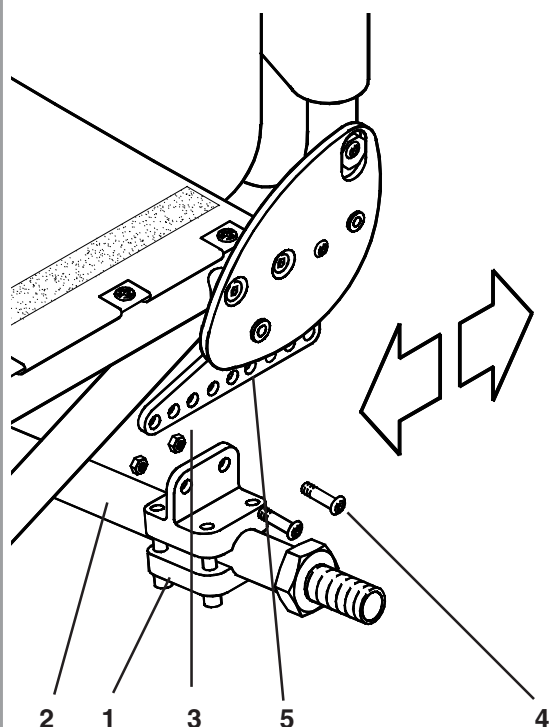

Fig. 32
Le centre de gravité (Fig. 32) est ajusté en déplaçant l'ensemble de l'axe (1) et la barre de carrossage (2) sur la plaque d'axe indexée (3). Pour déplacer l'ensemble d'axe, défaire et retirer les boulons de retenue (4) et les écrous, en utilisant une clef Allen de 4 mm et une clef plate de 10 mm, placer l'ensemble dans les trous souhaités (5), remonter les boulons et écrous de retenue et serrer jusqu'à 8-10Nm.